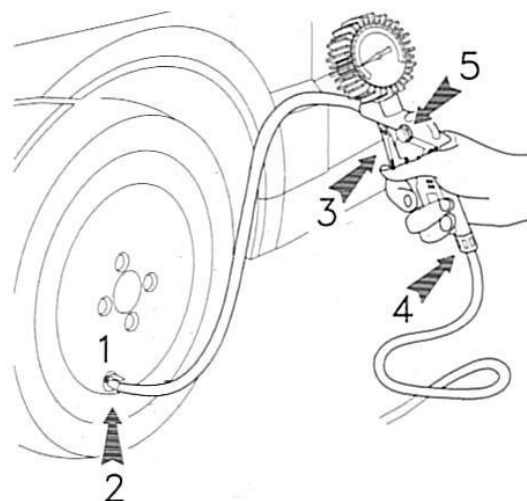

Рис. 1 Использование пистолета для подкачки шин
Подсоедините воздушный шланг к пистолету (4, см. рис.1). Для того, чтобы накачать шину или проверить давление установите наконечник шланга (1) в клапан колеса и нажмите рычаг (2), который расположен на конце шланга (1). Проверьте показания давления по манометру. Для того, чтобы накачать шину нажмите рычаг (3), и проконтролируйте давление сжатого воздуха. Повторите эту операцию несколько раз, чтобы достичь требуемого давления. Для того, чтобы спустить воздух и понизить давление, отпустите рычаг (3) и нажмите кнопку (5) большим пальцем.